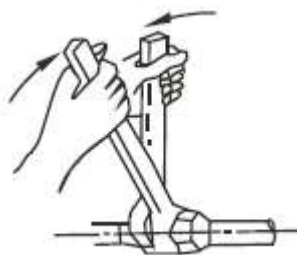

Fig. 5-11
- Coloque el tubo de conexión en la posición adecuada, apriete las tuercas con la mano y después, con una llave. (Consulte la Fig. 5-11)